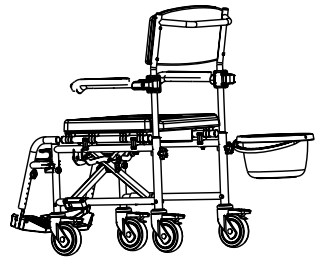

Fig.18
- Colocar el balde por el lado posterior de la silla para haciéndolo desplazarse por las guías (Fig.18).